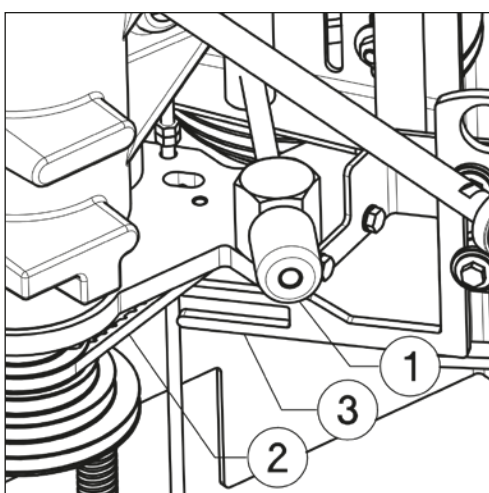
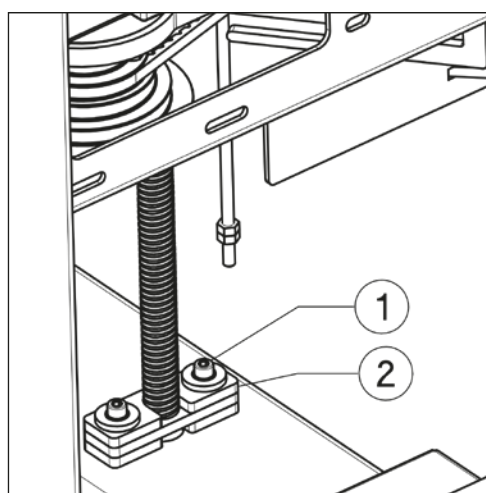

Fig.29
Fig.30
## Veranderen van riem (Fig.30)
De riem lossen met de draaiknop (fig 29.1). Vervolgens de steunplaatjes verwijderen (fig 30.1). Nu kan de riem onder de draadstang door verwijderd worden. Na het verwisselen van de riem de plaatjes (fig 30.2) tegen de draadstang duwen en de bouten (fig 30,1) terug vast zetten. Daarna de vork (fig 29,3) op de juiste positie zetten en nazien dat de positie overeen komt met de indicatie van het toerental in de deur.
2. Bovendien is er een eindeloopschakelaar op de vork (fig.29) die de maximale snelheid van 3000 T/min bij het pennenslaan controleert.
In het geval geen bescherming (topkap en bogenfrees) op de tafel staat, dus voor het pennenslaan, is het absoluut noodzakelijk de riem in de gleuf te plaatsen die overeenstemt met de snelheid van 3000 T/min, en de hendel (fig.29,2) op "3000 T/min" te plaatsen om de machine op te kunnen starten.